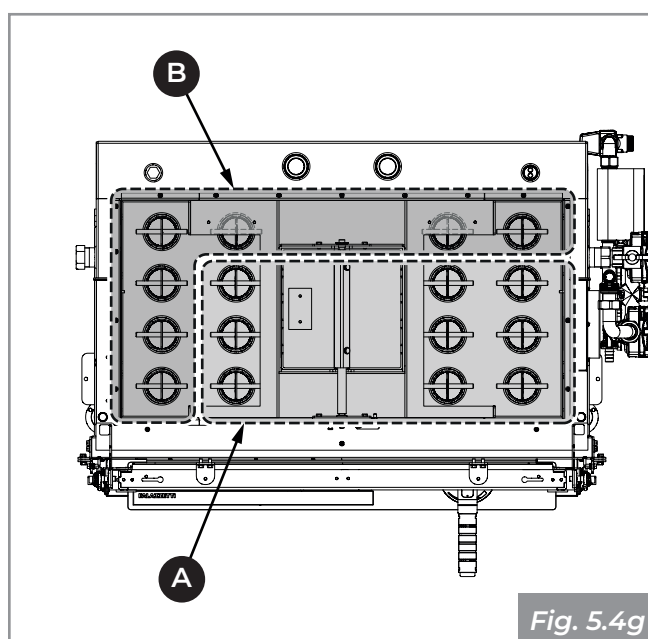

Fig. 5.4g
- Estrarre tutti i turbolatori dall'alto (**A - Fig. 5.4g**), ad esclusione dei quattro posteriori e dei tre sul lato opposto all'impianto idraulico, che andranno smontati dal basso (**B - Fig. 5.4g**);